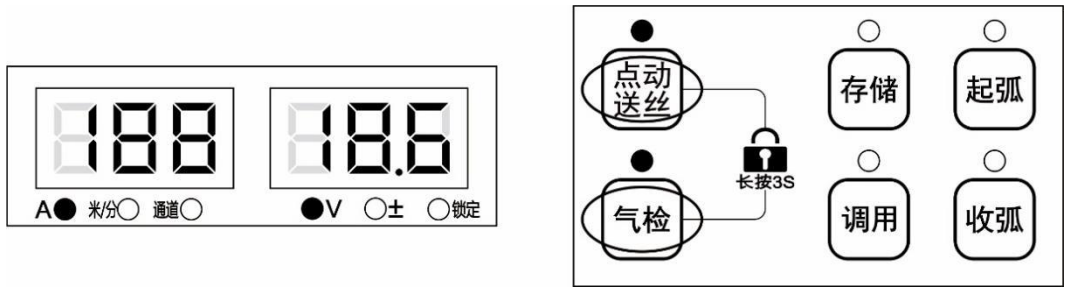

图 3-31 非锁定界面
- 再同时长按**点动送丝**键和**气体检测**键 3 秒, 锁定指示灯熄灭, 退出普通锁定, 恢复到非锁定状态, 如图 3-31 所示。